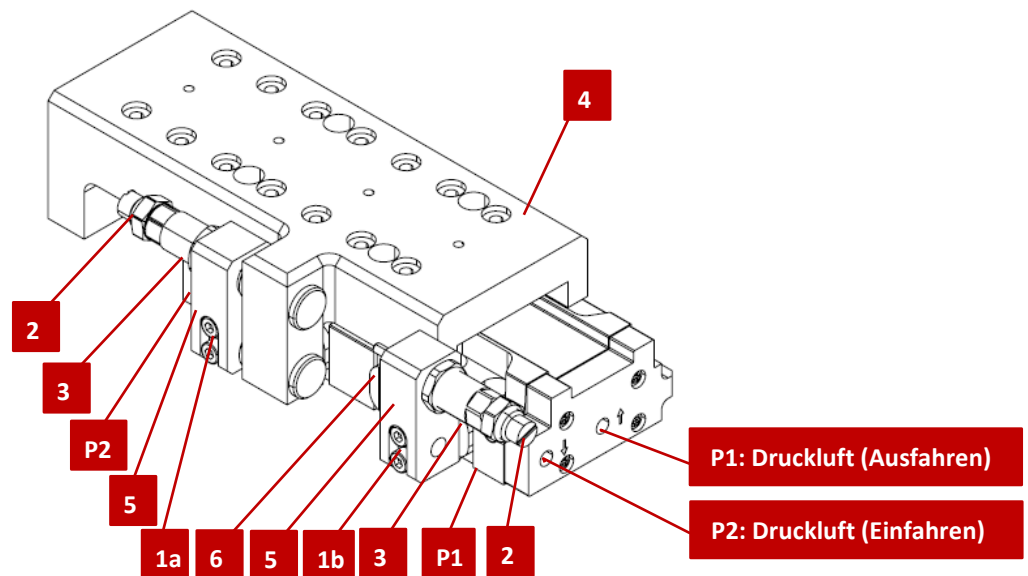

Abb. 23 Einbau und Einstellung Compact-Schlitten
1. Druckluft an P1 anschliessen (Abb. 23, P1) (Schlitten Ausfahren).
2. Klemmschraube (Abb. 23, 1) lösen.
3. Position durch Verdrehen der Anschlaghülse (Abb. 23, 3) einstellen.
4. Stossdämpfer durch Verdrehen einstellen (Abb. 23, 2).
5. Klemmschraube (Abb. 23, 1a) festziehen.
6. Druckluft an P2 anschliessen (Abb. 23, P2) (Schlitten Einfahren).
7. Klemmschraube (Abb. 23, 1b) lösen.
8. Position durch Verdrehen der Anlagschraube (Abb. 23, 3) einstellen.
9. Stossdämpfer durch Verdrehen einstellen (Abb. 23, 2).
10. Klemmschraube (Abb. 23, 1b) festziehen.